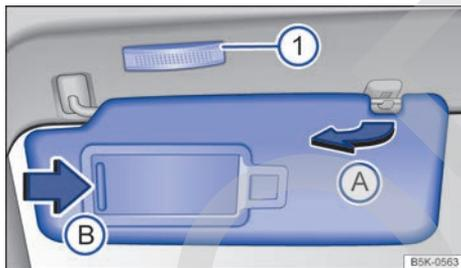

Fig. 101 En el revestimiento interior de la parte delantera del techo: parasol.
- Se pueden extraer del soporte y girar hacia las puertas → fig. 101 (A).